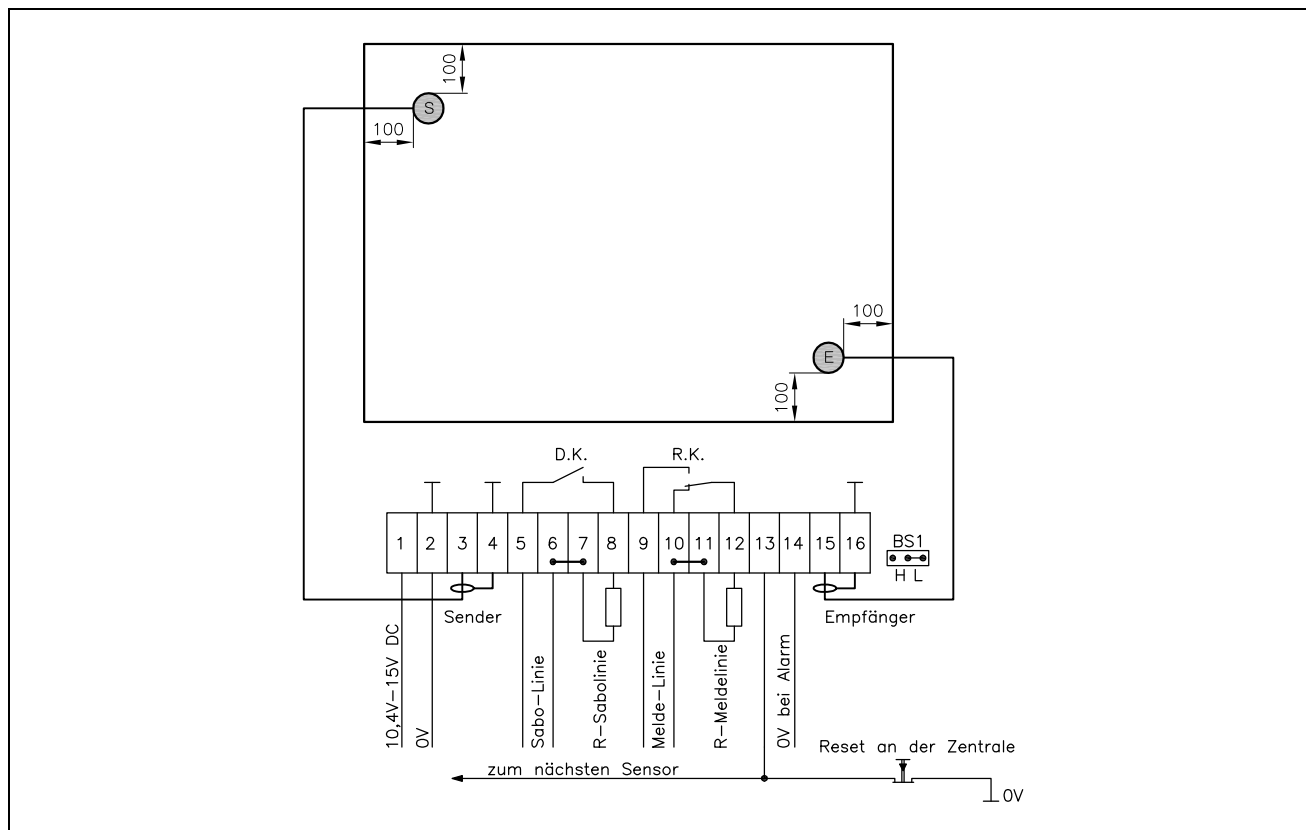
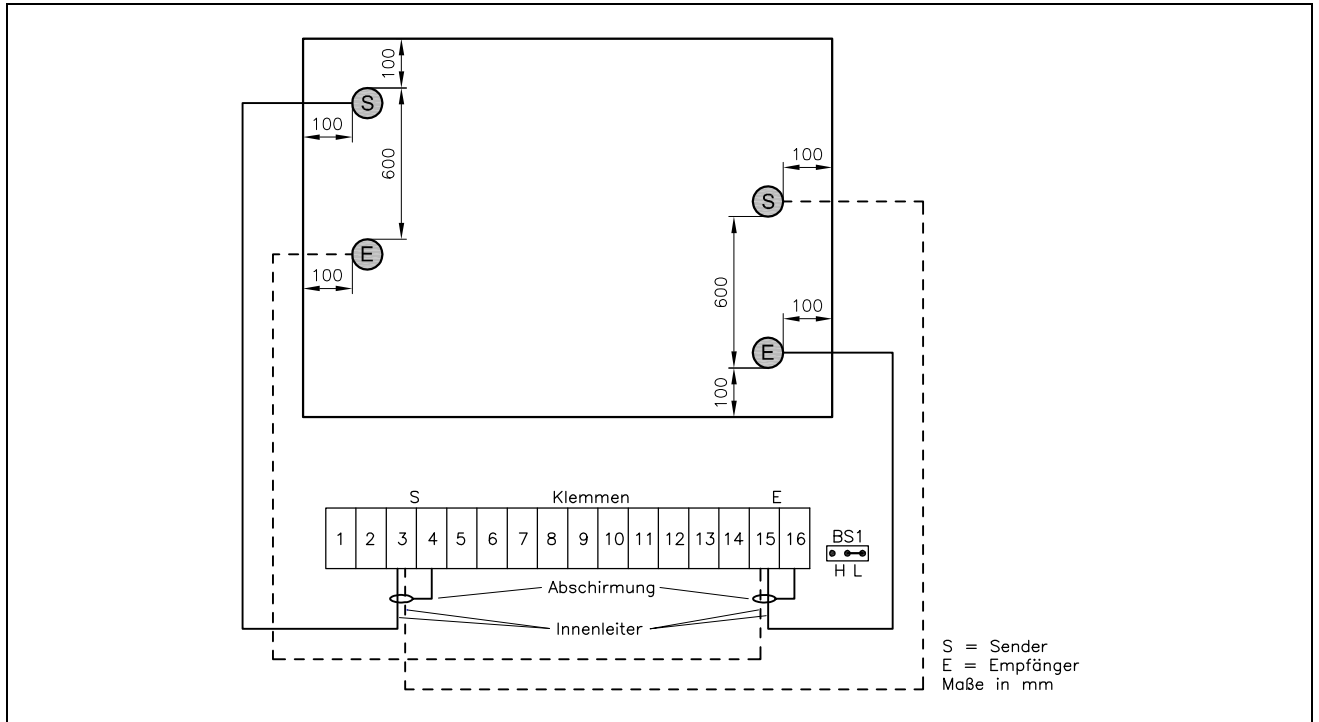

Bild 1 Montage und Beschaltung mit einem Sensorpaar
Bild 2 Montage und Beschaltung mit zwei Sensorpaaren
Dazu werden die beiliegenden Klebepads entsprechend Bild 1 bzw. Bild 2 auf die Glasscheibe aufgebracht. Auf saubere und fettfreie Klebestellen ist zu achten. Gegebenenfalls sind diese vorher mit Alkohol zu reinigen. Danach sind die Sensoren fest auf die Klebepads aufzudrücken. Nach Anschluss der Sensoren an die Auswerteinheit und dem Anlegen der Betriebsspannung müssen sich Spannungswerte am Messpunkt 1 entsprechend Abschnitt 9 einstellen.
Bei einigen Sorten von Panzer- bzw. Verbundgläsern müssen, falls sich der Melder nicht automatisch abgleicht bzw. die Spannung am Messpunkt 1 zu hoch ist, obwohl BS 1 auf „H“ (High) gesteckt ist, zwei weitere Sensoren, d.h. ein Sender und ein Empfänger, zusätzlich auf die Glasscheibe geklebt und an dieselbe Auswerteelektronik angeschlossen werden (siehe Bild 2).
Mit dieser speziellen Anordnung der Melder ist es auch möglich, Gläser zu schützen, die bisher nicht zu sichern waren. Das Anbringen von zwei weiteren Sensoren gemäß Bild 2 ist generell erforderlich bei Panzergläsern, wie z.B. Contracime sowie thermisch vorgespannten Gläsern, wie z.B. alle Gläser mit Alarmspinne.
4. Bei enormen Dämpfungen des Glases (Verbund- bzw. Panzerglas) sind zwei weitere Sensoren auf die Glasscheibe zu kleben und entsprechend Bild 2 an die Auswerteeinheit anzuschließen. Wird der Speicher nach 30 s gelöscht muss die Messspannung gleichfalls $\leq 4,5$ V sein. Ist kein Löschen möglich oder die Spannung $> 4,5$ V, so ist die ordnungsgemäße Funktion des Melders nicht gewährleistet.